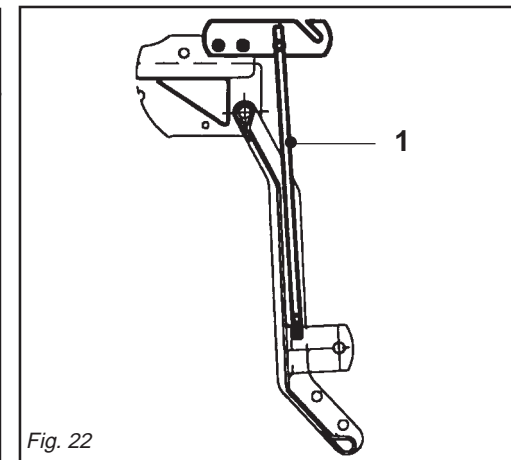

Fig. 22
- 4- Per mod. NCL: L'asta (1 Fig. 22), va posizionata come in figura per il parcheggio della macchina.
- 4- For model NCL: the rod (1 Fig. 22) should be positioned as shown in the figure when parking the machine.
- 4- Für Mod. NCL: Die Stange (1 Abb. 22) ist so anzuordnen, wie in der Abbildung für das Abstellen der Maschine gezeigt ist.
- 4- Pour mod. NCL: Pour stationner la machine la barre (1 Fig. 22) doit être positionnée comme indiqué dans la figure.
- 4- Para mod. NCL: La barra (1 Fig. 22) debe ser posicionada como se ve en la figura para el estacionamiento de la máquina.